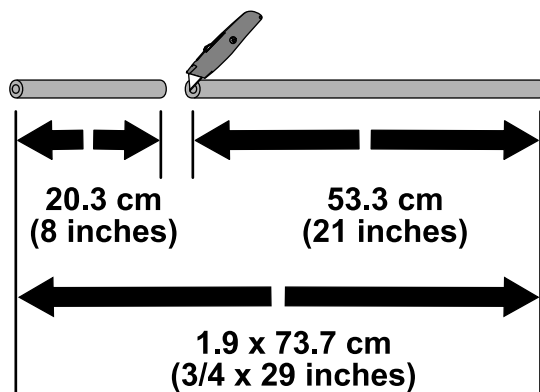

Bild 4
1. Messen Sie 20,3 cm vom Schlauchende des 1,9 cm x 73,7 cm Schlauchs und markieren Sie die Stelle (Bild 4).